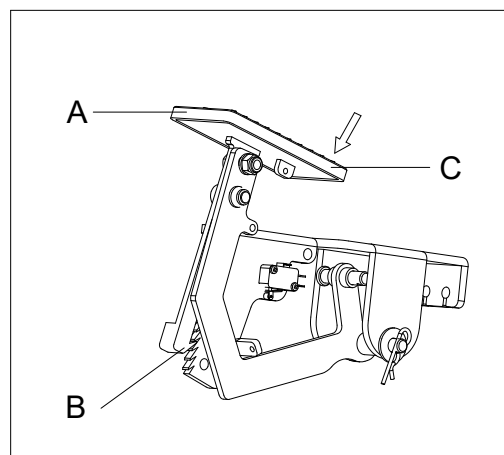

Figura 11
1. Enganche el freno de estacionamiento presionando la parte delantera del pedal (A, Figura 11) y enganche la palanca (B, Figura 11).
2. Desactive el freno de estacionamiento presionando la parte posterior del pedal (C, Figura 11) y soltándolo.